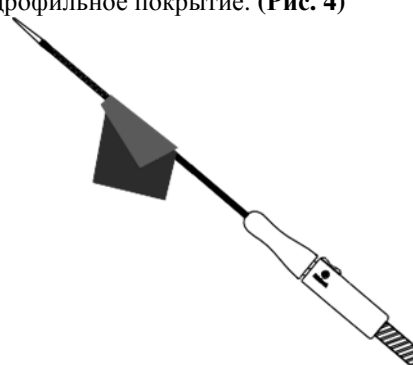

Рис. 4. Активирование гидрофильного покрытия
- ✧ Использовать марлевые тампоны с физиологическим раствором, чтобы протереть внешнюю систему интродьюсера и активировать гидрофильное покрытие. **(Рис. 4)**